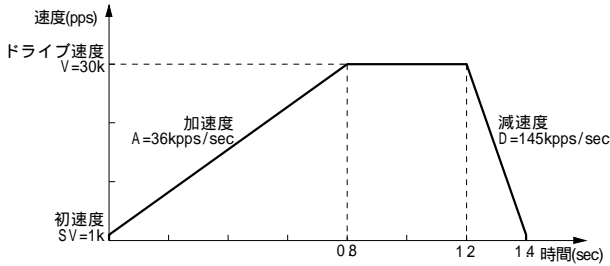
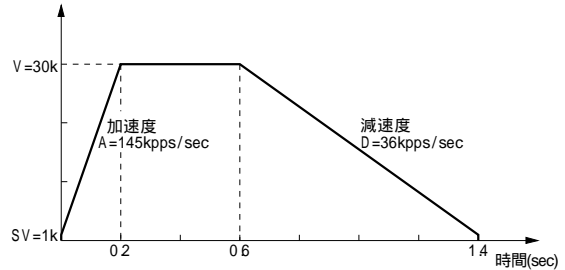

図2.10 非対称直線加減速ドライブ (加速度 < 減速度)
図2.11 非対称直線加減速ドライブ (加速度 > 減速度)
本ICは、このように加速度と減速度の異なる非対称直線加減速の定量ドライブにおいても自動減速させることができます。あらかじめ計算によってマニュアル減速点を設定しておく必要はありません。図2.10は、加速度より減速度が大きい例、図2.11は減速度より加速度が大きい例ですが、このような非対称の直線加減速においても、出力パルス数Pと、各速度パラメータ値から減速開始点をIC内部で算出します。
- ・ 加速度 > 減速度 (図2.11) の場合、加速度と減速度の比率に次のような条件があります。また、この場合はドライブ速度を2MPPS以下で使用してください。
- ・ 加速度 > 減速度 (図2.11) の場合、加速度 A と減速度 D の比率が大きくなればなるほど引きずりパルスが多くなります (A / D = 10 倍で最大 10 パルス程度)。引きずりパルスが問題になる場合には、①初速度を上げる、②加速カウンタオフセットにマイナス値をセットする、等で対処します。